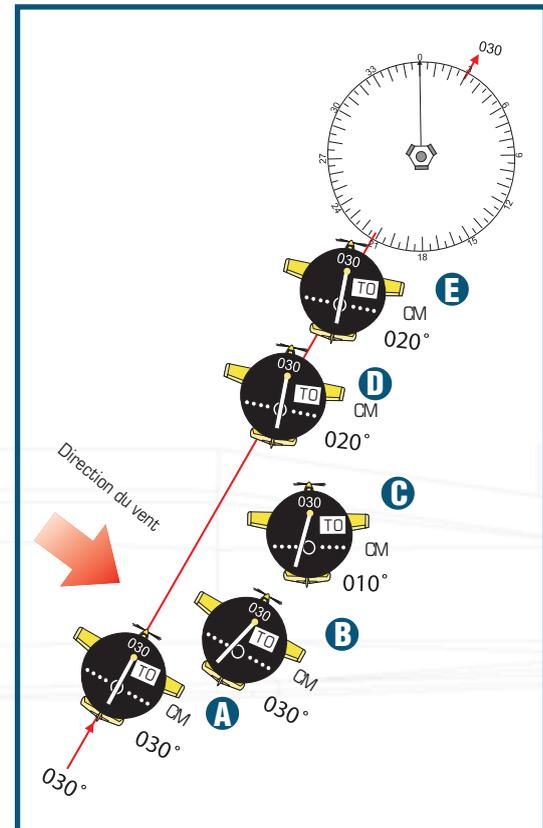

Figure 12-11
1. Identifier les effets du vent. L'avion A de la figure 12-11 vient d'intercepter la route à 030 degrés en direction de la station VOR. Dans des conditions sans vent, l'avion A pourrait maintenir un cap à 030 degrés et voler jusqu'à la station VOR, avec une aiguille en position centrale. Cependant, avec un peu de vent, il est certain que l'avion A va dériver hors de la route. Déterminer la correction vent et y apporter une correction appropriée constituent les premiers pas d'une navigation réussie.
2. Réintercepter la route. Si l'aiguille se déplace sur la gauche, la route sélectionnée se trouve sur la gauche, comme le montre l'avion B. L'appareil a été dévié sur la droite de la route par le vent (ce qui signifie que le vent de travers vient de votre gauche). Une fois que vous avez identifié la direction du vent, vous devez retourner sur votre route avant d'effectuer votre correction vent. Vous pouvez retourner sur votre route en l'interceptant à un angle de 20 degrés, comme le montre l'avion C de la figure 12-11 (certains vents forts vous obligent parfois à intercepter à des angles de 30 à 40 degrés).
j'ai vu était un tel navet que j'ai dû quitter les lieux. Malheureusement, il s'agissait d'un téléfilm et j'ai dû sortir de chez moi). Une fois que vous êtes sur la route, faites virer l'appareil de manière à ce qu'il pointe à 10 degrés face au vent (ce qui implique à présent un cap de 020 degrés, comme le montre l'avion D de la figure 12-11). Patience ! Attendez de voir ce qui se produit.